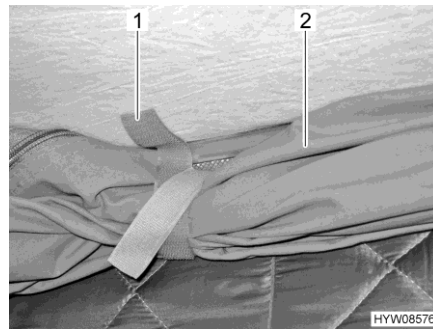

Fig. 25 Lengüetas de sujeción
- Soltar las lengüetas de sujeción (Fig. 25,1) en la lona enrollada (Fig. 25,2).
- Enrollar la lona (Fig. 25,2) y retenerla con las lengüetas de sujeción (Fig. 25,1).